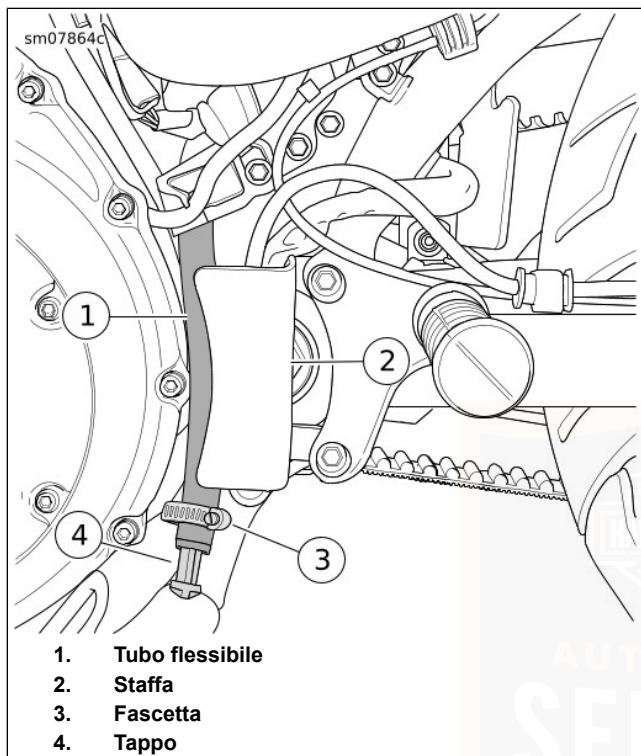

Figura 36. Posizionamento del tubo flessibile di scarico nel recipiente di raccolta dell'olio
5. Vedere Figura 36. Posizionare il tubo flessibile (1) davanti alla staffa della tubazione del freno (2) nel recipiente di raccolta.
6. Allentare la fascetta a vite senza fine (3). Estrarre il tappo di scarico (4) dall'estremità del tubo flessibile di scarico.